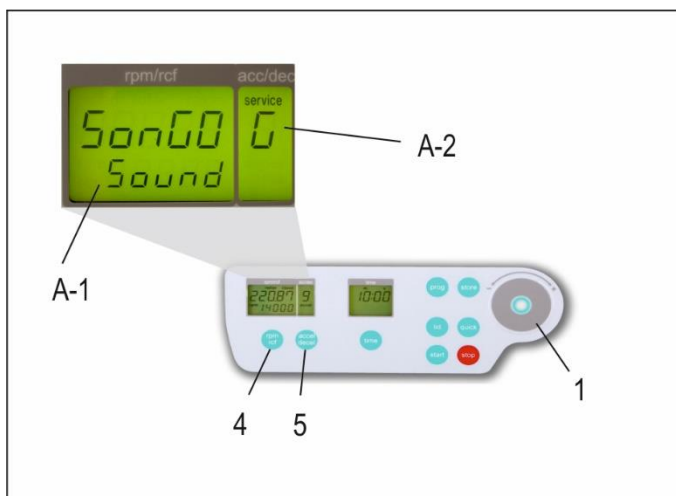

Abbildung 9
Öffnen Sie wie unter Punkt 1.8.1 beschrieben das Menü „Grundeinstellungen“. Danach drücken Sie die Taste „accel/decel“ (5). Im Anzeigenfeld „accel/decel“ (A-2) blinkt der Schriftzug „service“. Wählen Sie nun mit dem Einstellfeld (1) den Buchstaben „G“. Daraufhin erscheint im Anzeigenfeld „rpm/rcf“ (A-1) der Schriftzug „SonGo/Sound“. Nachdem Sie die Taste „rpm/rcf“ (4) gedrückt haben, kann mit dem Einstellfeld (1) eine Melodie unter Zahlen von 0 bis 9 ausgewählt werden. (siehe Abbildung 9). Nach dem Speichern kommen Sie durch kurzes Ausschalten der Zentrifuge wieder in den normalen Betriebsmodus zurück.